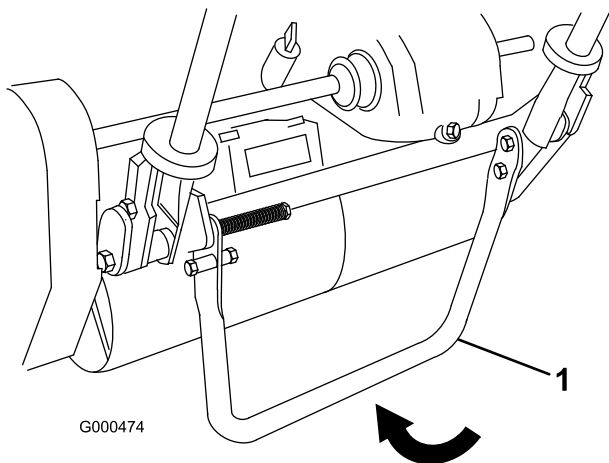

図 21
1. キック・スタンドを立てる（スタンドを足で下げながらハンドルを持ち上げる；図 21）。